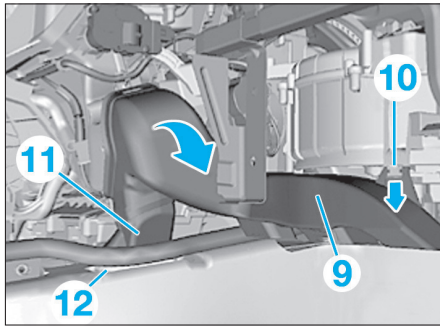
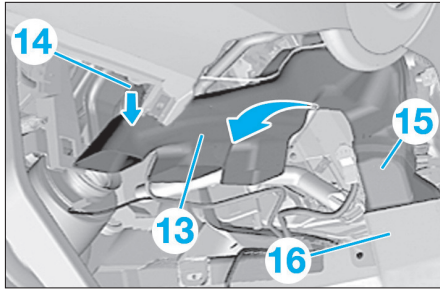

Fig. 18
Fig. 19
- Extraire le conduit de chauffage de plancher côté droit (9) dans la zone (10) dans le sens de la flèche (Fig.18).
- Extraire le conduit de chauffage de plancher côté droit (10) avec la pièce intermédiaire (11) au niveau du bloc de chauffage/climatisation et le retirer dans le sens de la flèche du conduit de chauffage de plancher côté droit (12).
- Extraire le conduit de chauffage de plancher côté gauche (13) dans la zone (14) dans le sens de la flèche (Fig.19).